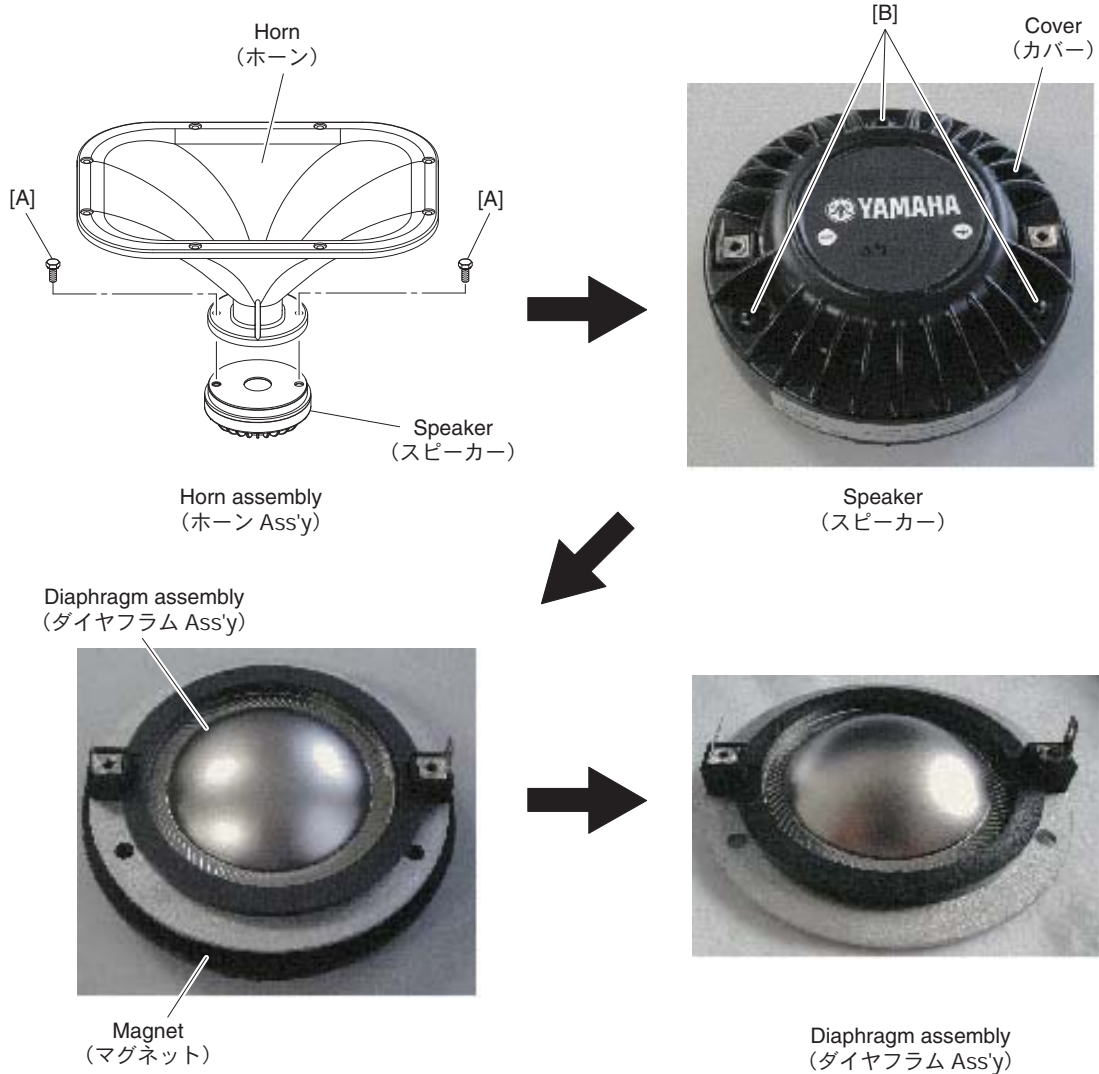

Fig. 6 (図 6)
(Fig. 6)
The horn and the speaker can then be separated. (Fig. 6)
3-6-1 Remove the three (3) screw marked [B], and remove the cover from the speaker. (Fig. 6)
The diaphragm assembly and the magnet can then be separated. (Fig. 6)
3-5-1 [A] の六角ボルト 2 本を外して、ホーンとスピーカーに別けます。(図 6)
3-6-1 [B] のネジ 3 本を外して、スピーカーからカバーを外します。(図 6)
ダイアフラム Ass'y とマグネットを別けます。(図 6)